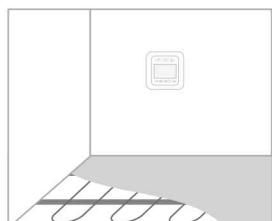

Рис.8
7. Залейте площадь укладки нагревательного мата kleевым раствором (Рис.8).